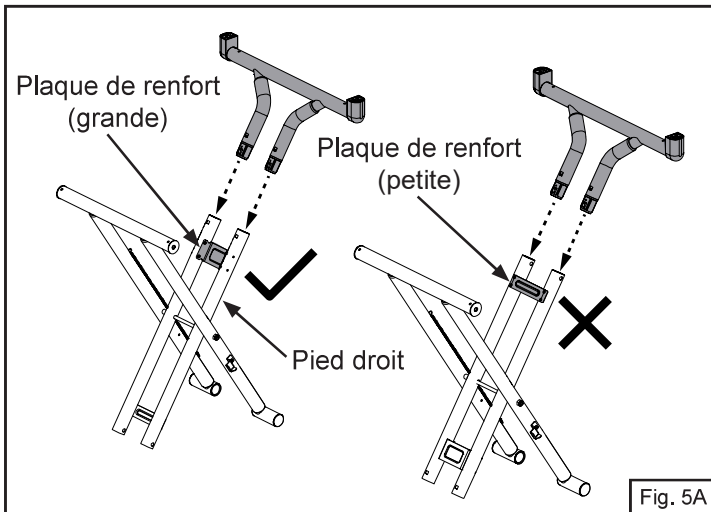
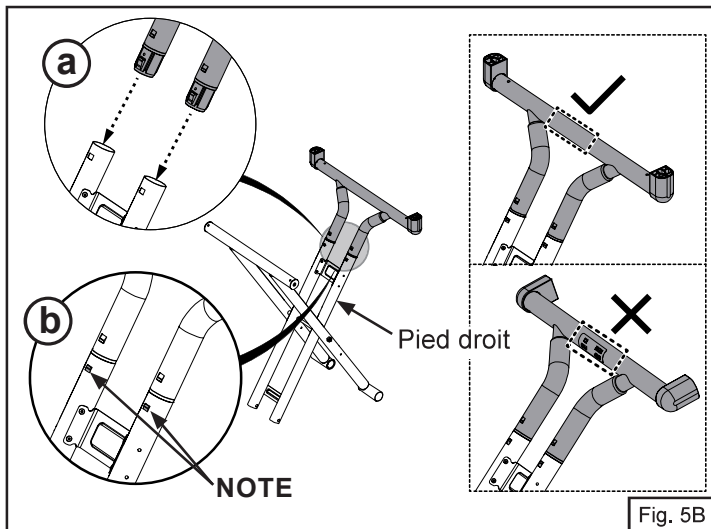

Fig. 5A
Fig. 5B
4. Insérez la poignée de tirage dans le pied droit (Fig. 5A).
5. Faites glisser la poignée de tirage dans les pieds comme indiqué ci-dessous. Continuez à la faire glisser dans le pied jusqu'à ce qu'elle se verrouille en place (étape b de la Fig. 5B).
NOTE : Veuillez vous référer à la Fig. 5A et à la Fig. 5B pour l'orientation correcte de la poignée de remorquage.